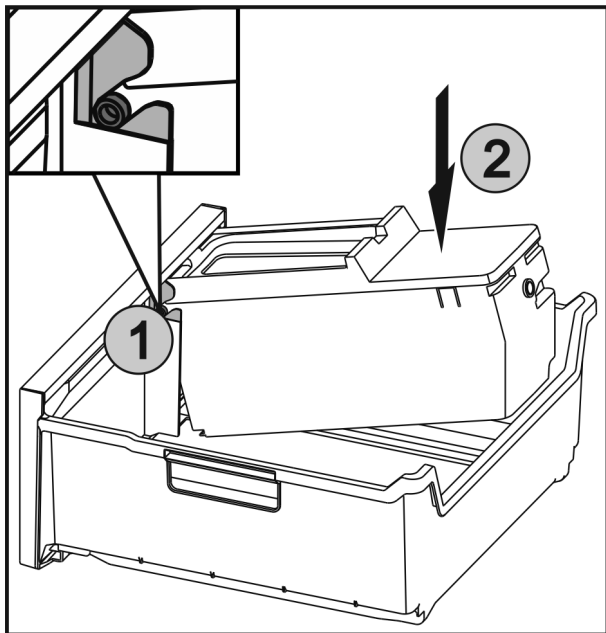

Fig. 39
- ▶ Skyv akslene Fig. 39 (1) på EasyTwist-Ice inn i sporene, og trykk bak Fig. 39 (2) helt til bøylen låses på plass.